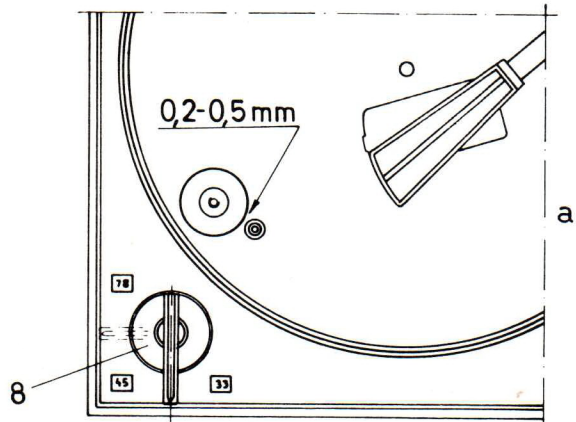

Fig. 8
INJUSTERING AV SPEL MELLAN DRIVRULLENS 78-VARVSAVSATS OCH MELLANHJULET. FIG. 8.
SPELET SKALL, DÅ VREDET (8) FIG 8 STÅR I LÄGE 33, VARA 0,1 - 0,6 MM. JUSTERAS GENOM BOCKNING AV URKOPPLINGSARMEN (11) ELLER START- OCH STOPPARMEN (12) ELLER BÅDA.